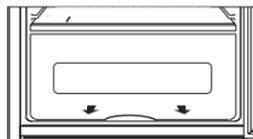

Fig. 3
- Extraiga las gavetas hacia el exterior deslizándolas. Ver Fig. 3